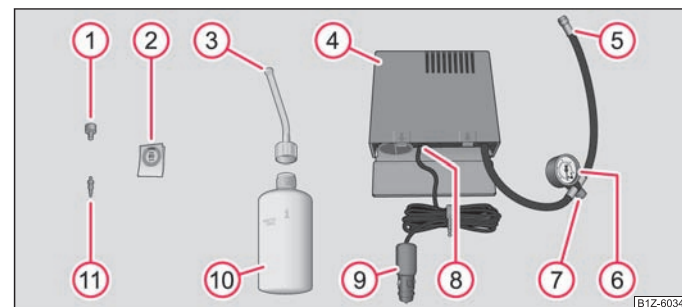

Fig. 182 Componentele setului de reparat anvelope
- Lipii autocolantul **(2) ⇒ fig. 182** pe planșa de comenzi în câmpul vizual al șoferului.
- Scuturai de câteva ori bine recipientul de umplere a anvelopei **(10) ⇒ pagina 209, fig. 182**.
- Înșurubai bine furtunul de presiune **(5) ⇒ pagina 209, fig. 182** al compresorului de aer pe ventilul anvelopei.